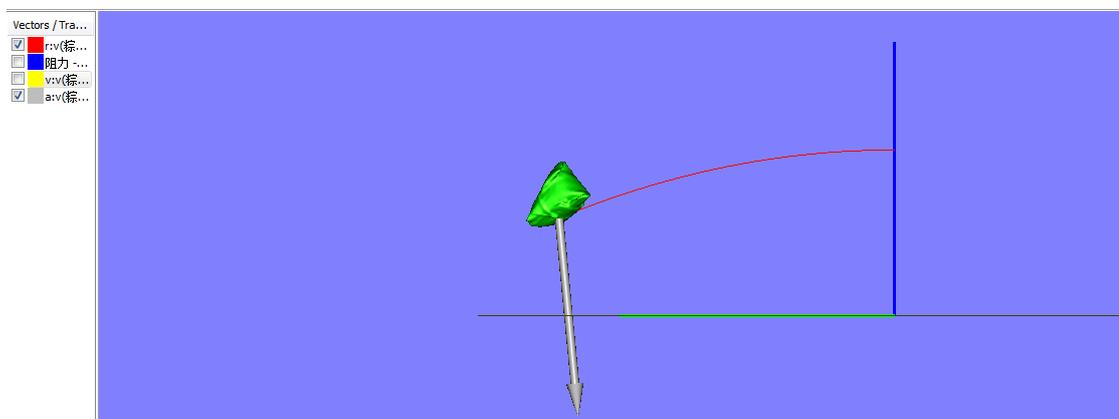

图 009-8 加速度矢量图绘制
4、加速度矢量图绘制：相同方法，创建加速度矢量，观察速度矢量变化，如图 009-8。